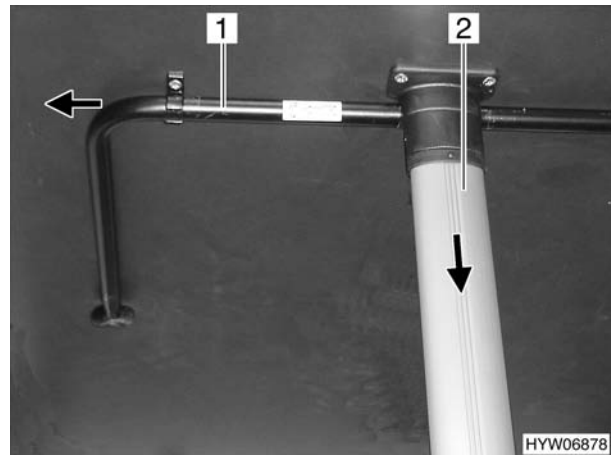

Bild 63 Hangetisch (Variante 2)
- Die Stutze (Bild 63,1) in Pfeilrichtung drucken und ausklappen.
- Den Tischfuß (Bild 63,2) in Pfeilrichtung ziehen und einklappen.